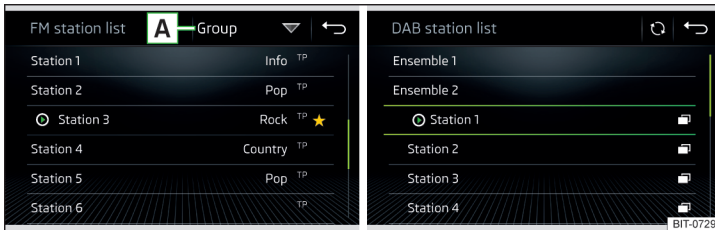

Abb. 129 Beispiel der Liste verfügbarer FM/DAB-Sender
- Zur **Sortierung** (FM) der Sender in alphabetischer Reihenfolge, laut Gruppe oder Genre, die Funktionsfläche **A** » Abb. 129 antippen » **!**.
- Zur **Filterung** der Sender nach dem Programmtyp (bspw. Kultur, Musik, Sport u. Ä.) in der FM-Senderliste (bei eingeschalteter RDS-Funktion) und der DAB-Senderliste (bei gewählter alphabetischer Sortierung der Senderliste) die Funktionsfläche **A** » Abb. 129 antippen.
Im Rundfunkbereich **AM** und **DAB** erfolgt die Aktualisierung manuell durch Drücken der Funktionstaste **↻** » Abb. 129.